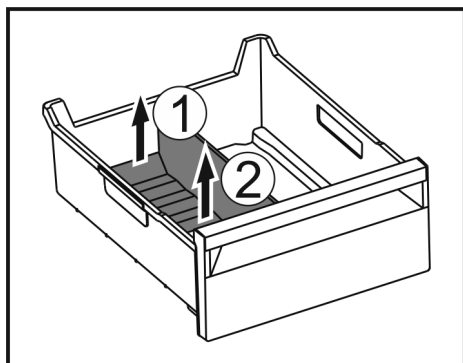

Fig. 135
- Hinteren Teil des Eisfach-Trenners anheben. Fig. 135 (1)
- Eisfach-Trenner nach oben entnehmen. Fig. 135 (2)